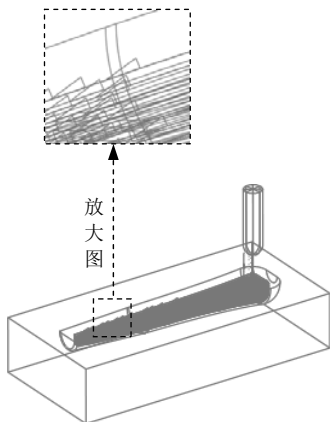

图 2.7.4 刀具行走路线
Step3. 单击“播放路径”对话框中的  按钮, 观测刀具的行走路线, 其刀具行走路线如图 2.7.4 所示。单击  栏可以打开窗口查看生成的 CL 数据, 如图 2.7.5 所示。